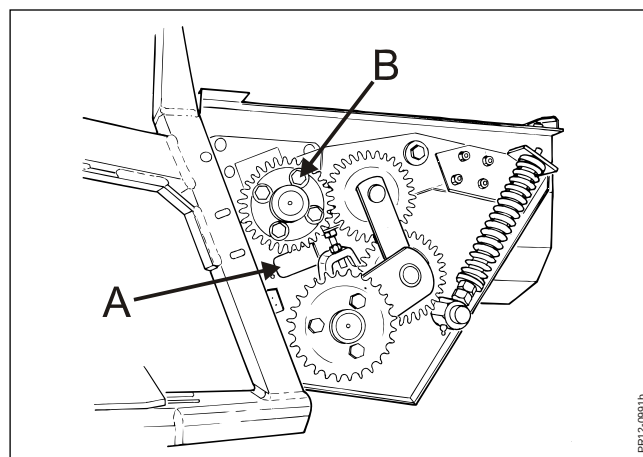

Fig. 3-22
**Fig. 3-22** Synkroniseringen kan kontrolleres igennem inspektionshullet **A** imellem valserne. For efterjustering løsnes de 4 bolte **B** og valsen drejes i ret position. Boltene spændes med 200 Nm (20 kgm).